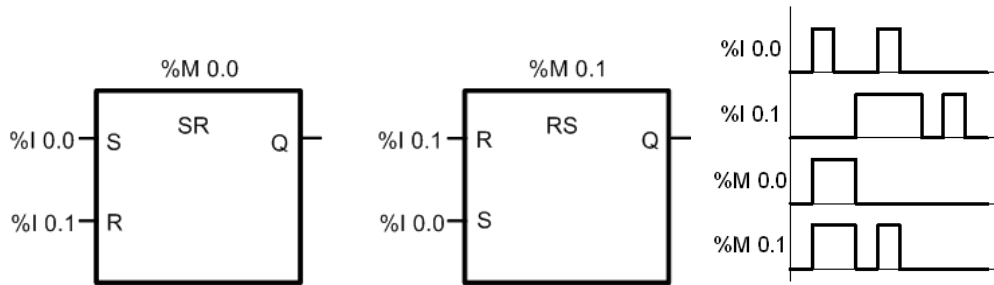

Figura 7: Biestables SR, RS y su cronograma
En KOP se encuentran disponibles dos tipos de biestables: de inscripción prioritaria (RS) y de borrado prioritario (SR) que se diferencian en la forma de resolver la contradicción que se produce cuando ambas entradas están activas. La figura 7 ilustra su funcionamiento.